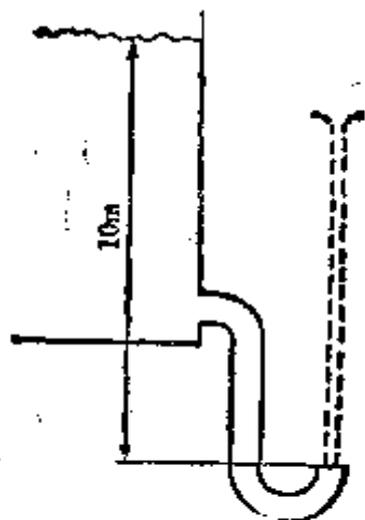

图 5.9 例题图
**【例题】** 求如图 5.9 所示喷水的喷出速度和流量。设槽中水可得到补充, 从而使水位保持一定, 管内径为 2cm。